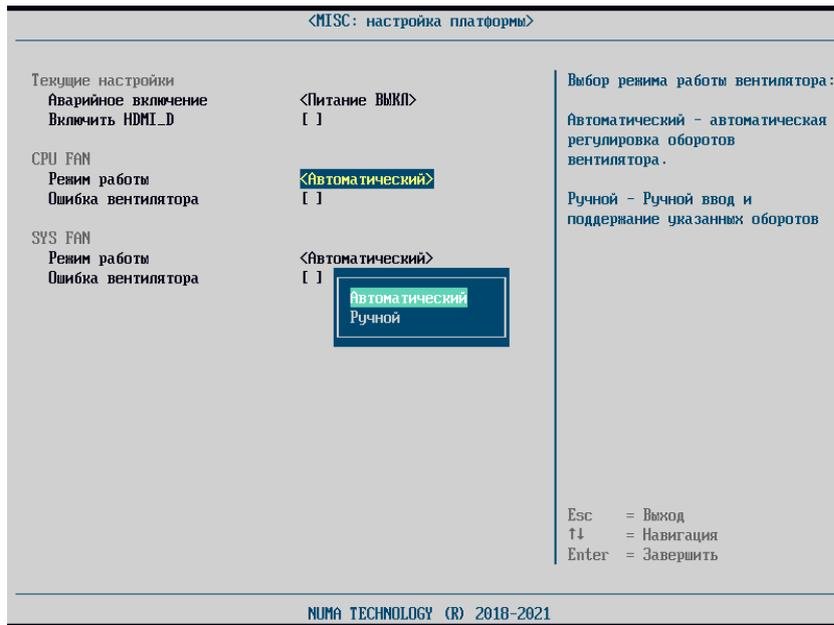

Рисунок 42 – Настройка режима работы вентиляторов. Режим «Автоматический»
- Автоматический – автоматическая регулировка оборотов (см. рисунок 42);